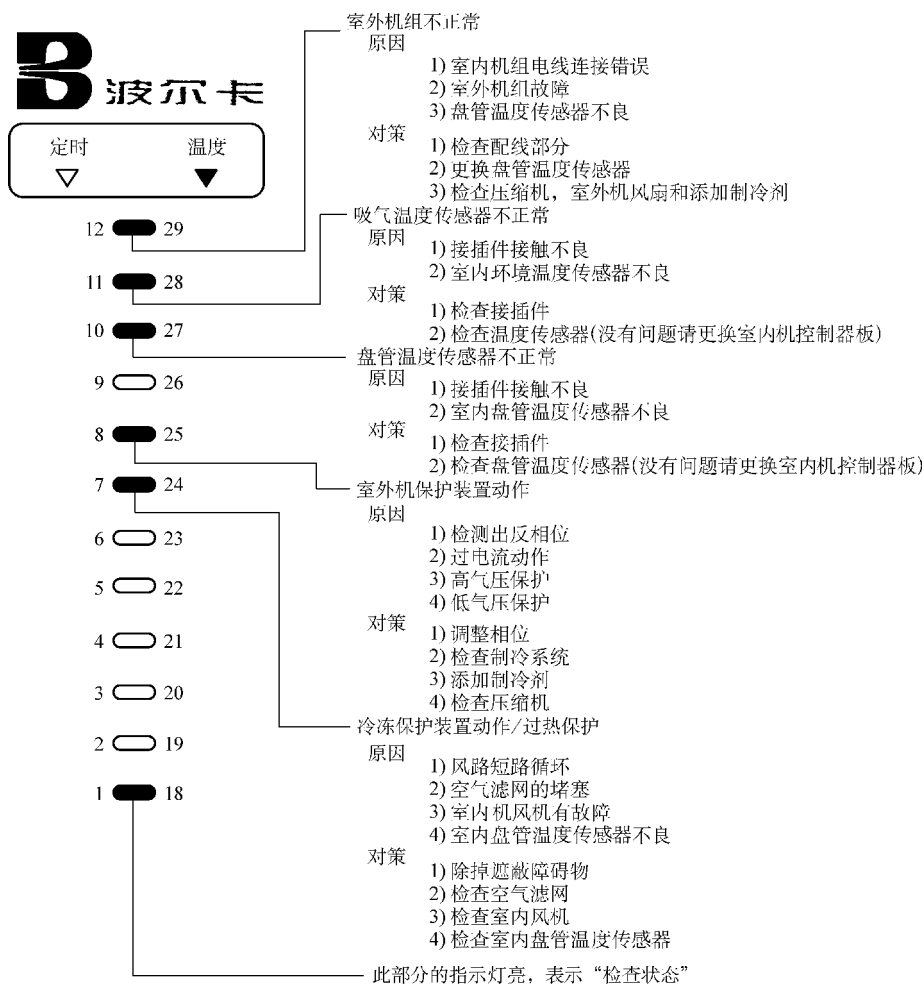

图 24-1 小天鹅波尔卡 KFR—65LW 柜式空调器故障代码含义
24.5 小天鹅波尔卡 KFR—65LW 柜式空调器故障代码含义（见图 24-1）